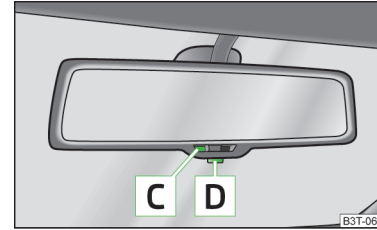

Abb. 48
- Die Taste **D** drücken, die Kontrollleuchte **C** leuchtet auf (der Spiegel ist aktiviert) » Abb. 48.